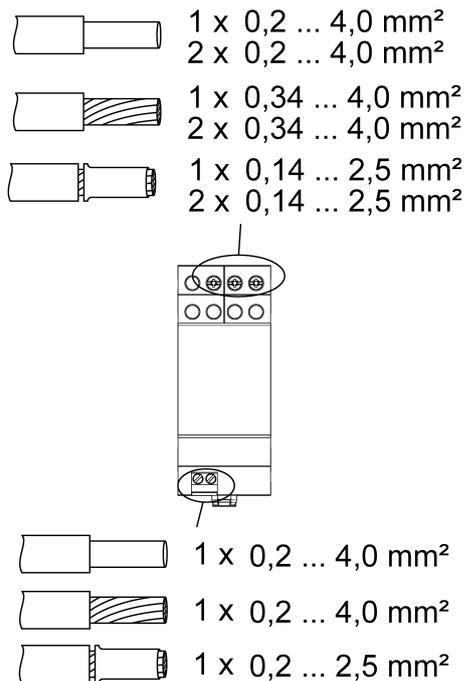

Bild 3: Klemmbare Leiterquerschnitte
- Klemmbare Leiterquerschnitte der Klemmen beachten (Bild 3).